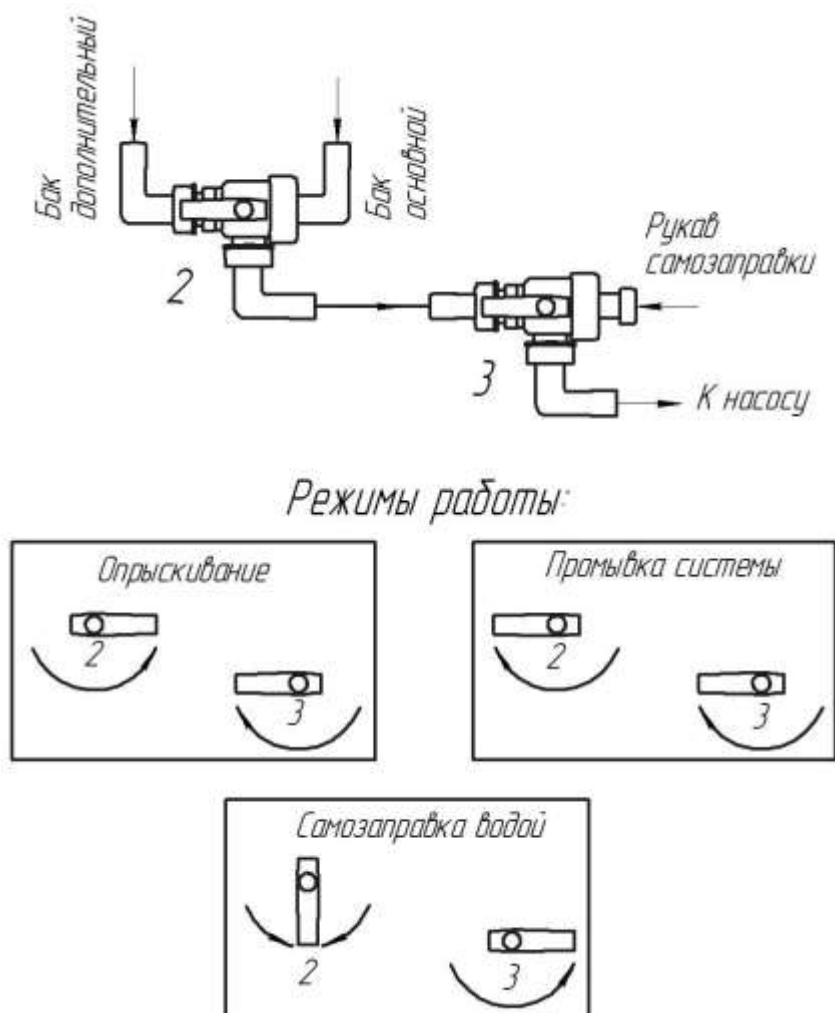

Рис. 8. Положения рукояток трехходовых кранов при различных режимах работы. см. обозначения на гидравлической схеме (рис. 7).
5.4.1. Опрыскиватель может работать в следующих режимах (рис. 8):
- Установить рукоятки трехходовых кранов 2 и 3 (рис. 8) в положение «Опрыскивание».
- а). Установить рукоятки трехходовых кранов 2 и 3 (рис. 8) в положение «Опрыскивание».
- а). Установить рукоятки трехходовых кранов 2 и 3 (рис. 8) в положение «Промывка системы».
- в). Установить рукоятки трехходовых кранов 2 и 3 (рис. 8) в положение «Самозаправка водой».